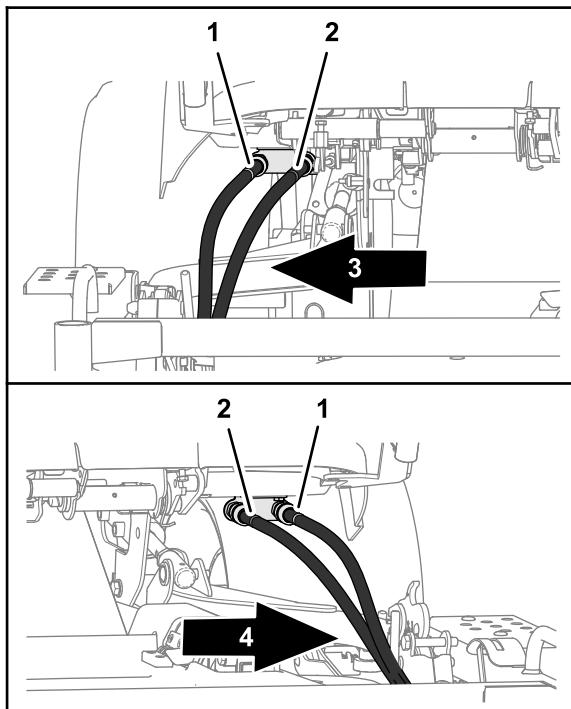

Figure 114
4. Débranchez les flexibles hydrauliques de chaque côté du plateau de coupe (Figure 114).
- A. Branchez le flexible hydraulique repéré par un identificateur bleu au raccord rapide intérieur (repéré par un identificateur bleu) ; voir Figure 114 sous Dépose du plateau de coupe \(page 82\).
- B. Branchez le flexible hydraulique repéré par un identificateur rouge au raccord rapide intérieur (repéré par un identificateur rouge) ; voir Figure 114 sous Dépose du plateau de coupe \(page 82\).